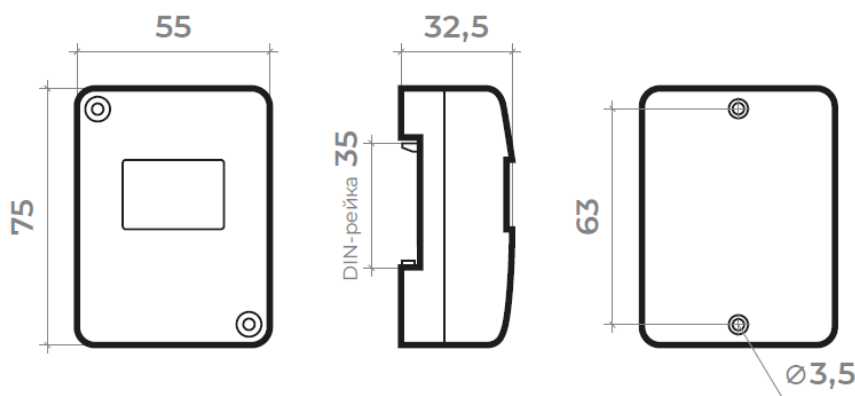
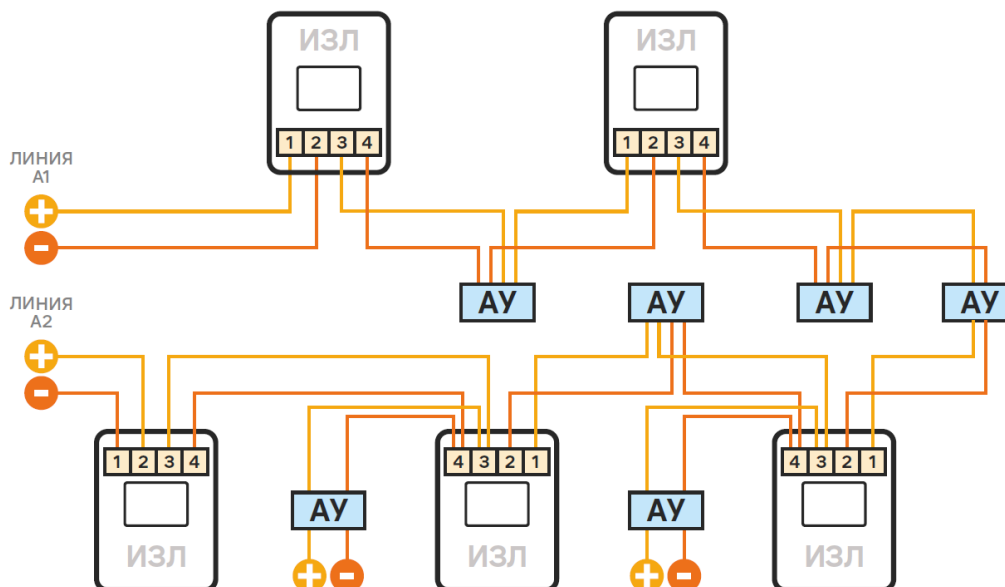

Рис.1. Габаритные и установочные размеры изоляторов.
Рис. 2. Схема подключения изолятора к кольцевой адресной линии с ответвлениями.
2.2. Габаритные и установочные размеры изоляторов показаны на рис.1, схемы подключения - на рис.2.